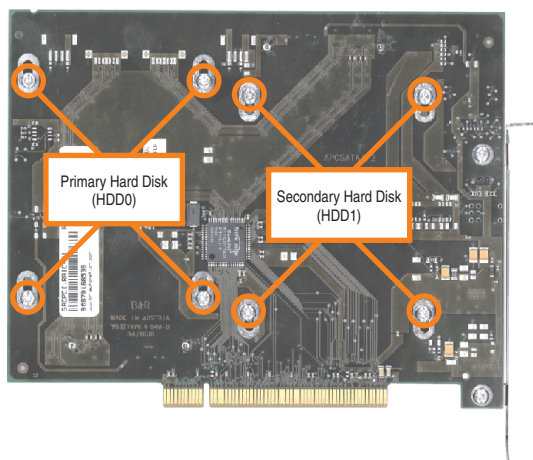

Abbildung 441: Rückseite des SATA RAID Controllers Schraubenzuordnung
- Lösen der richtigen 4 Befestigungsschrauben (M3x5) - siehe Abbildung 441 "Rückseite des SATA RAID Controllers Schraubenzuordnung", auf Seite 737.